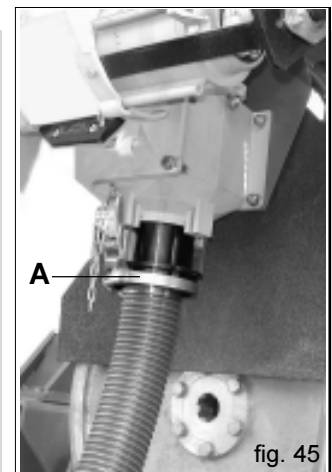

fig. 45
- b) Togliere la curva posta sotto il canale dell'iniettore, innestare nella medesima posizione il tubo di raccolta fornito in dotazione (A Fig. 45) ed al capo opposto del tubo posizionare un contenitore di raccolta, girare la ruota di trasmissione nel senso di marcia servendosi della manovella.